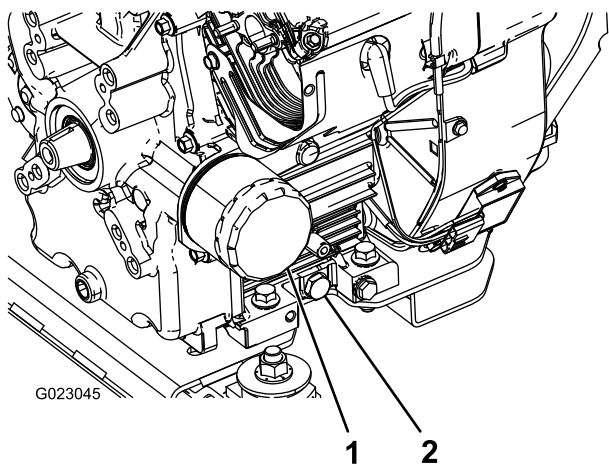

Figure 43
5. Enlevez le bouchon de vidange (Figure 43).
2. Déposez le filtre à huile (Figure 43).
5. Posez le filtre à huile de rechange sur l'adaptateur. Tournez le filtre dans le sens horaire jusqu'à ce que le joint rejoigne l'adaptateur, puis donnez ½ tour supplémentaire (Figure 43).